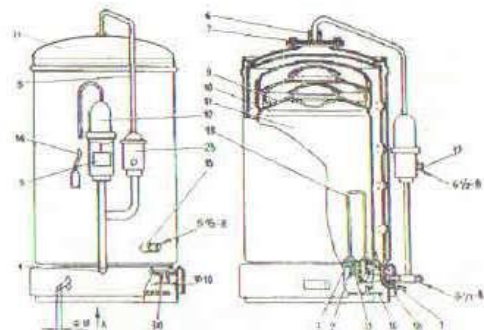

Рисунок 1- Аквадистиллятор электрический ДЭ-10 «СПБ»
- 2.8. Содержание драгоценных и цветных металлов в изделии (рисунок 1):
- 4.1. Принцип действия аквадистиллятора основан на конденсации отсепарированного пара. Основными частями изделия являются: испаритель 11 с сепаратором 9, конденсатор 10, электронагреватель 13, уровень 25, датчик 12 с подставкой 8, основание 18 и электрощит 26 (рисунок 1). В испарителе вода нагревается электронагревателями до кипения. Образующийся пар